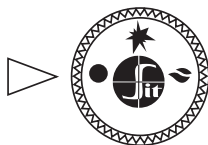

Рис. 7
- 7.2. В исходном (выключенном) положении ручка управления находится в положении «точка» (рис. 7). Пилотная и основные горелки погашены (подача газа к ним заблокирована).
- 7.5. **Выключение аппарата** производится путем поворота ручки в положение «точка» (рис. 7). При этом пилотная и основные горелки (если горят) погаснут.